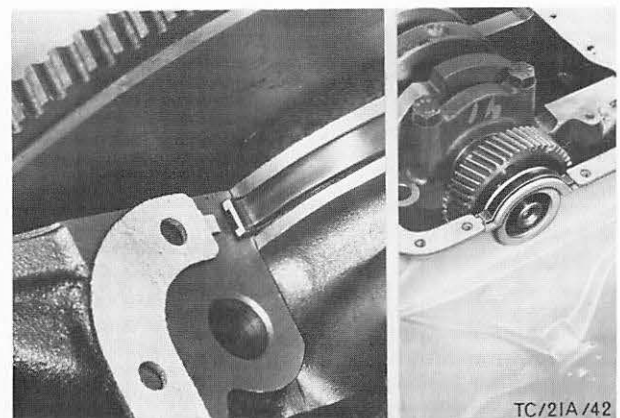

Abb. 170 Ölwanndichtung montieren
56. Gummidichtung in die Nut des hinteren Hauptlagerdeckels und in den Stirndeckel einsetzen. Zylinderblockdichtfläche am Stoß des Stirndeckels mit Dichtmasse bestreichen. Ölwanndichtung auflegen und die Nasen der Korkdichtung unter die Aussparung in der Gummidichtung schieben, Abb. 170.